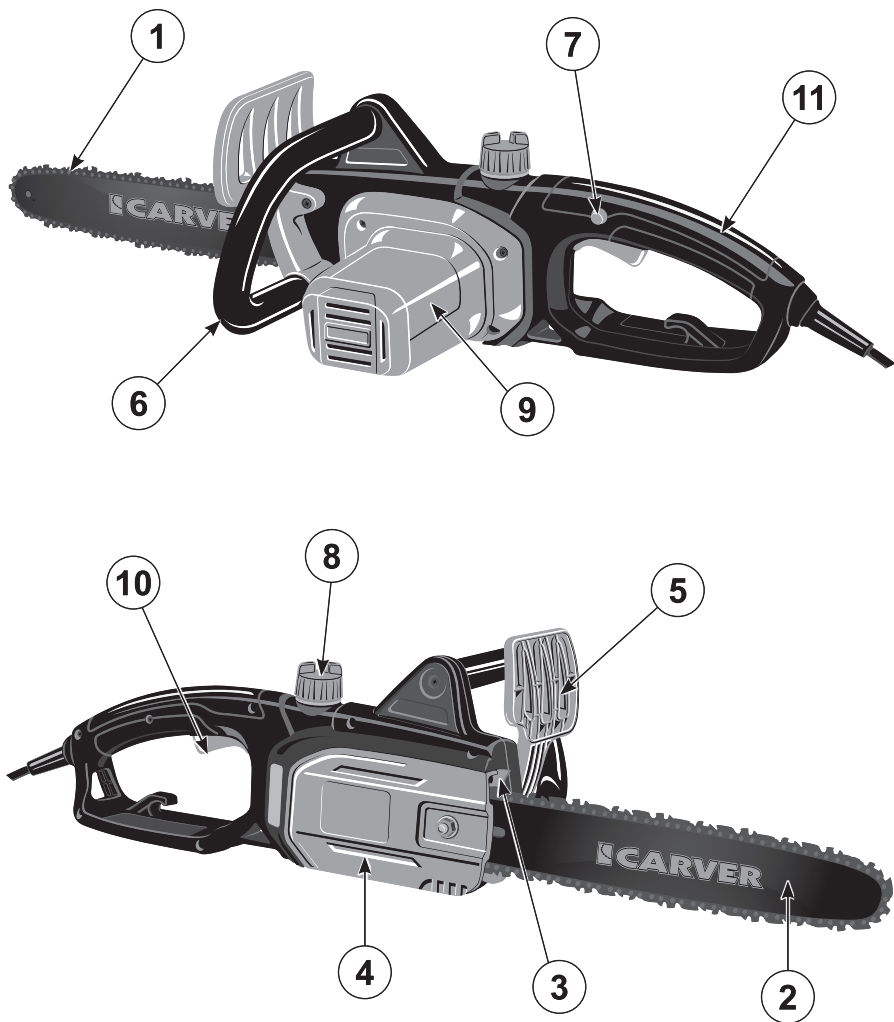

Рис. 1. Описание
2. ОПИСАНИЕ (рис. 1)
Шина пильная (*рис. 1, п. 2*) подвергается особенно серьезному износу в конце и у основания. Чтобы избежать одностороннего износа, переворачивайте шину каждый раз, когда Вы затачиваете цепь (отдаете в заточку или меняете).